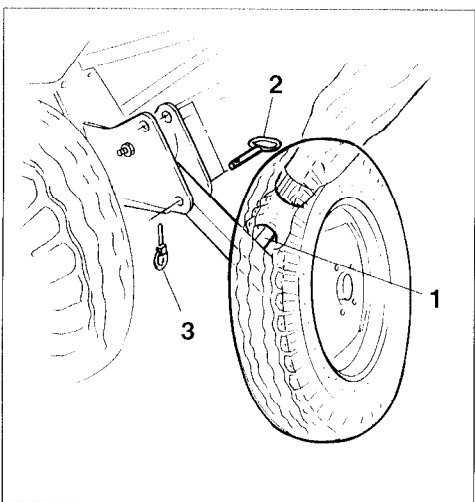

Fig. 20.13
- Transportrad "rechts" am Griff (Fig. 20.13/1) festhalten.
- Den mit einem Klappstecker gesicherten Bolzen (Fig. 20.13/2) entfernen und Transportrad nach unten schwenken.
- Transportrad "rechts" mit Bolzen (Fig. 20.13/2) befestigen und mit einem Klappstecker (Fig. 20.13/3) sichern.